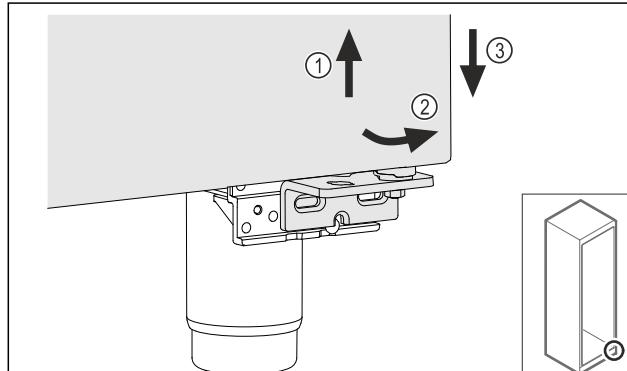

Fig. 16
- Ανασηκώστε ελαφρώς την πόρτα Fig. 16 (1), γείρετε την κάτω προς τα εμπρός Fig. 16 (2) και κατεβάστε τη Fig. 16 (3).